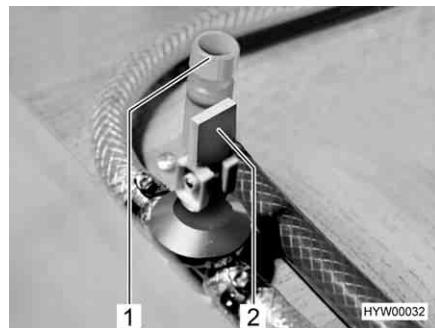

Bild 179 Ablasshähne
- Ablasshähne schließen. Dazu die Kappe (Bild 179,1) im Uhrzeigersinn drehen und den Kipphebel (Bild 179,2) waagrecht stellen.
- Ablasshahn (Bild 179) öffnen. Dazu den Kipphebel (Bild 179,2) senkrecht stellen.